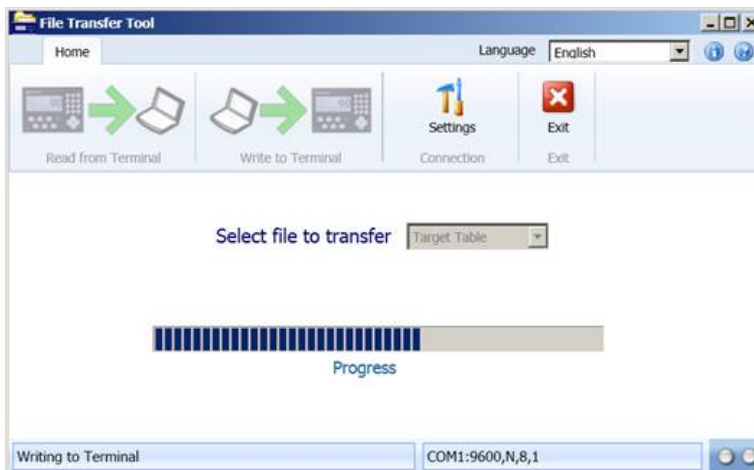

Figura 3-10: Barra di avanzamento trasferimento file
7. Una volta iniziato il processo di trasferimento, sulla scheda **Home** dello strumento di trasferimento file IND246 viene visualizzata una barra di avanzamento, come in Figura 3-10.